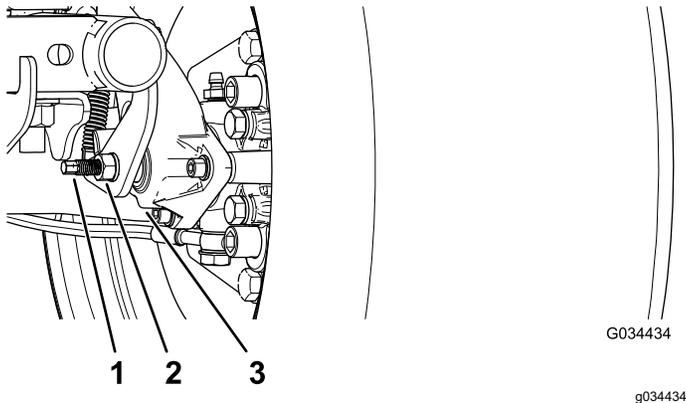

Figura 52
3. Usando 2 llaves, sujete el espárrago de ajuste de la pinza con una llave y afloje la contratuerca $\frac{1}{4}$ de vuelta con la otra llave (Figura 52).
4. Sujetando el espárrago de ajuste y la contratuerca para que no se muevan, gire el espárrago de ajuste hacia dentro para apretarlo (Figura 52).
5. Sujetando el espárrago de ajuste y la contratuerca para que no se muevan, afloje el espárrago $\frac{1}{4}$ de vuelta (Figura 52).
6. Sujetando el espárrago de ajuste y la contratuerca para que no se muevan, apriete la contratuerca (Figura 52).